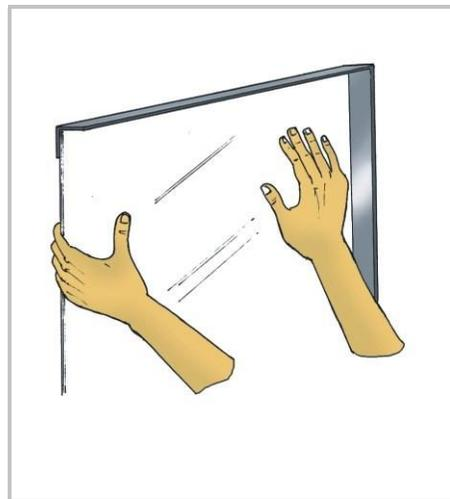

Fig.2
2. Una vez limpio todo el marco, colocar el nuevo vidrio con las medidas adecuadas dejando unos 5 mm libres entre el vidrio y el marco (Fig. 2).